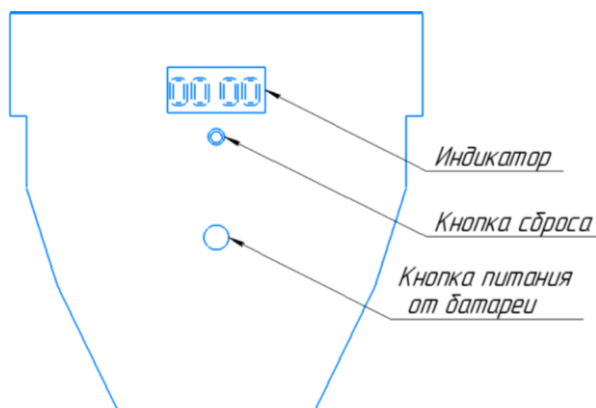

Рисунок 1-Внешний вид передней панели
4.6.2 Счётчик наработки времени ламп (далее счетчик) предназначен для отслеживания времени эксплуатации светильников для обеспечения своевременной замены ламп. Время наработки можно узнать без включения приборов в сеть благодаря встроенному аккумулятору крона 9В. Для высвечивания значения светодиодного индикатора необходимо нажать и удерживать кнопку питания от батареи (Рис. 1).
- После истечения 9000 часов происходит мерцание светодиодного индикатора с частотой 100 мс и предусмотрена функция сброса этого времени. Для этого на передней панели расположена немного утопленная небольшая кнопка сброса (см. рис. 1). Для обнуления счетчика необходимо использовать длительное нажатие кнопки, чтобы избежать случайного сброса счетчика. При длительном нажатии кнопки происходит отображение надписи СБР\*, где \* - отсчет секунд (9, 8 ... 2, 1) до сброса времени наработки.